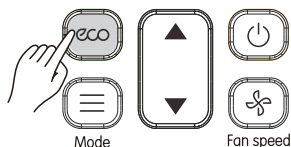

Abb. 3.15
1) Drücken Sie auf  (siehe Abbildung 3.15): So senden Sie das *ECO*-Signal ans Innengerät. Nun erscheint das Symbol *eco*.